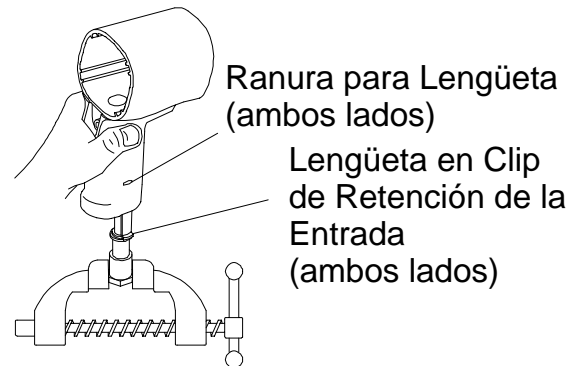

Figura 7
hacia dentro ambas lengüetas del clip de retención de la entrada (25) y tire hacia arriba de la carcasa (20). Ello permitirá que el casquillo de admisión se libere de la empuñadura de la carcasa. Véase la figura 7.
2. Tire del gatillo (33) para separarlo de la parte delantera de la carcasa y quite la junta tórica del gatillo (34).